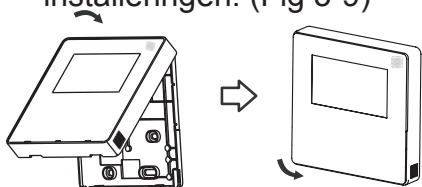

Fig. 3-9
- Etter justering av den øvre saken og deretter spenne den øvre kasse; unngå å klemme på ledningene under installeringen. (Fig 3-9)